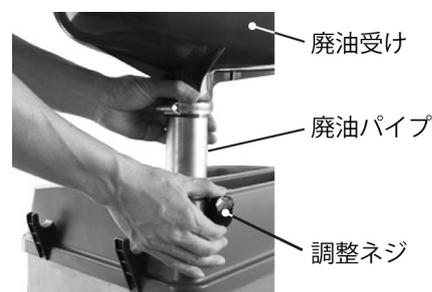

Fig.4.5
- 2) 廃油受けの高さを車両に合わせ調整してください。高さの調整は、廃油パイプを固定している調整ネジを緩め、廃油パイプを適正な位置まで伸ばしてから再び調整ネジを締めて固定します。廃油パイプは一段式です。最大 1739 mm の高さまで伸ばすことができます。（Fig.4.5）